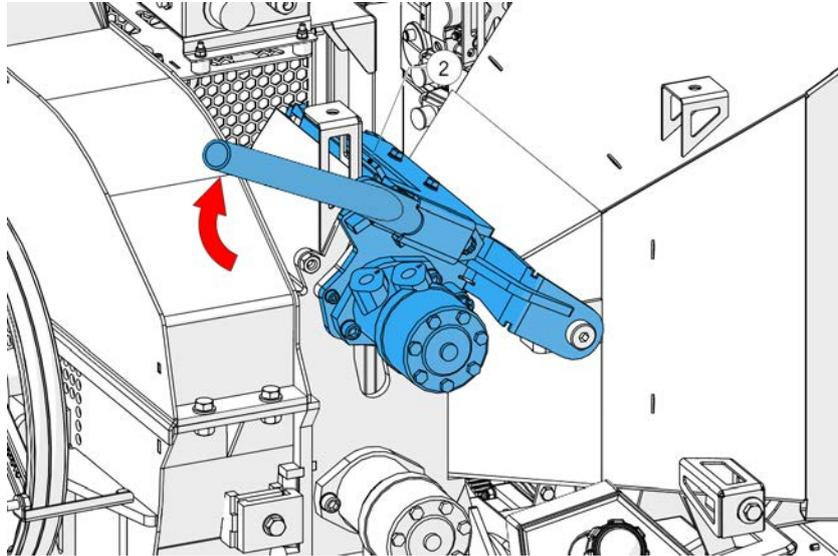

Figure 48 - Relevage du boîtier du rouleau d'alimentation supérieur
12. 2x personnes sont nécessaires pour cette étape. Une personne soulève le rouleau d'alimentation supérieur (2, Figure 48) en position complètement ouverte tandis que l'autre personne, portant des gants de protection et à l'aide d'un morceau de bois, dégage soigneusement le blocage de l'intérieur de la chambre d'alimentation.